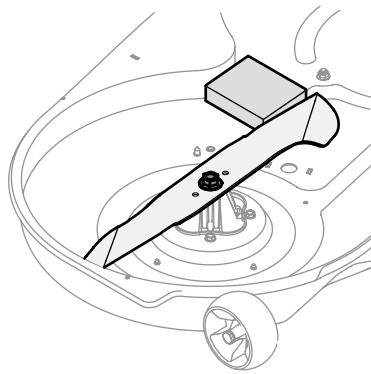

Figura 4-16
2. Coloque un bloque de madera entre el deflector del alojamiento central de la plataforma y la cuchilla de corte para que actúe como estabilizador. Consulte la Figura 4-16.
3. Extraiga la tuerca de brida hexagonal que asegura la cuchilla al montaje del husillo. Consulte la Figura 4-16.